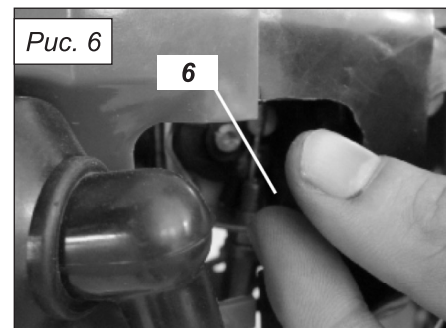

Рис. 6
2. Установите рычаг управления воздушной заслонкой (п. 6, рис. 6) в положение «Закрыто», а на рукоятке управления установите выключатель в положение «Включено» («ON»).
5. Переведите рычаг управления воздушной заслонкой в положение «Открыто» (п. 6, рис. 6).